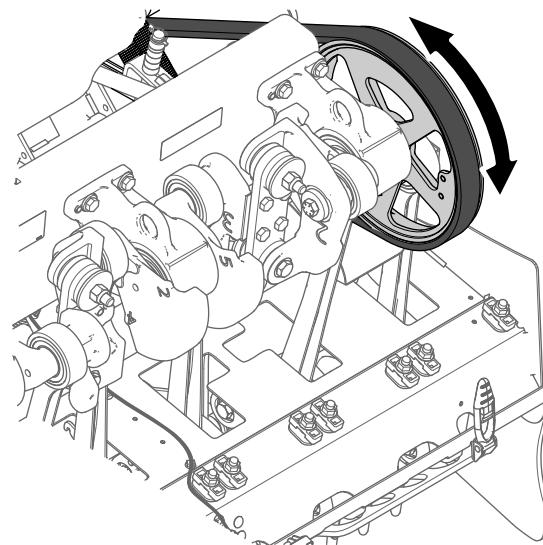
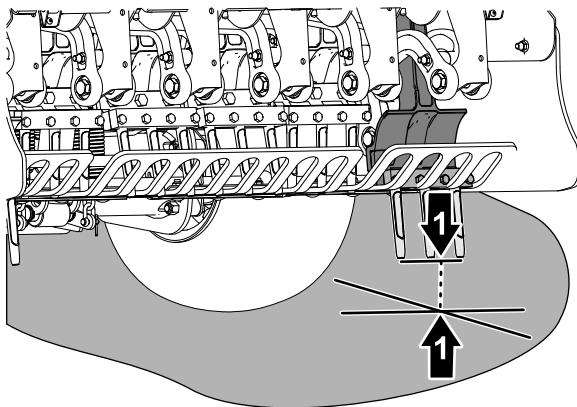

Bild 63
Bild 64
4. Drehen Sie die Riemscheibe des Aerifizierkopfs (Bild 63), bis die äußersten Tines am nächsten zum Boden ausgerichtet sind (Bild 64).